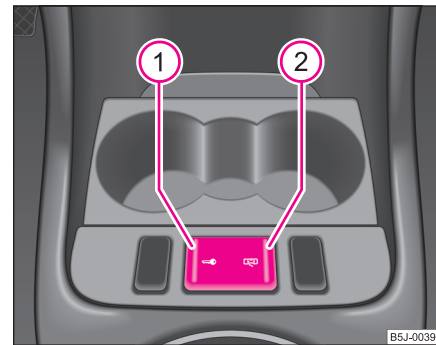

Abb. 23 Zentralverriegelungsschalter
- Drücken Sie die Taste ① ⇒ Abb. 23. Das Symbol  in der Taste leuchtet auf.
- Drücken Sie die Taste ② ⇒ Seite 45, Abb. 23. In der Taste erlischt das Symbol .